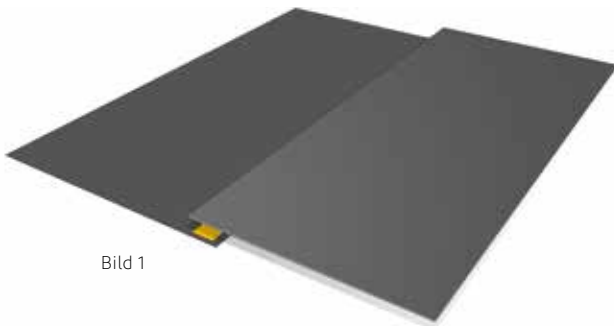

Bild 1
2. Placera Plantex® Performance Tejp längs kanten på den nedre delen av fiberduken (Bild 1).
3. Överlappa dukarna enligt bild 1.